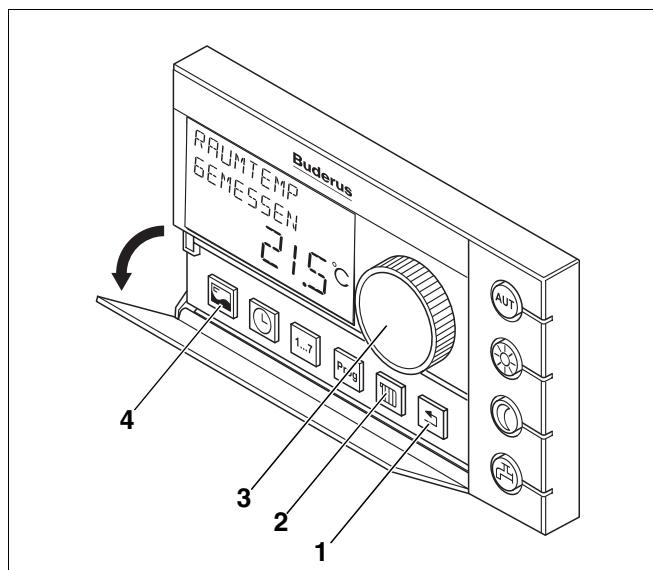

Fig. 48 Unità di servizio RC30
- Richiamare il livello di servizio dell'unità RC30, premendo contemporaneamente i tasti: "visualizzazione", "circuito di riscaldamento" e "indietro" (fig. 48, **pos. 4, 2, 1**). A display compare "MENU SERVICE LINGUA".
- Mediante la manopola (fig. 48, **pos. 3**) selezionare il "MENU SERVICE DATI MONITOR".